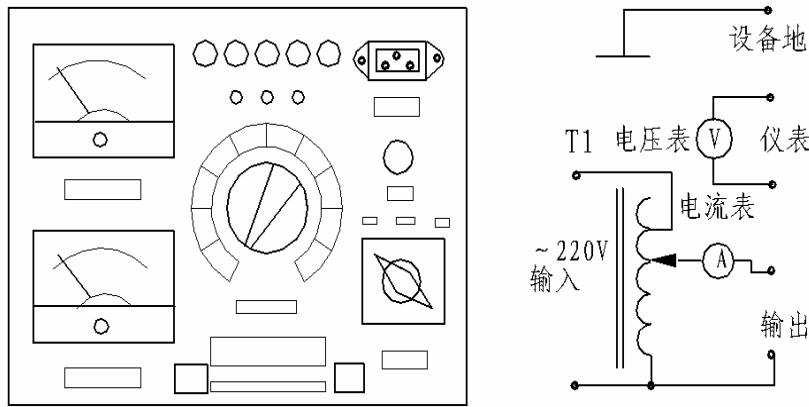

图 2.8 高压试验操作箱示意图
1. 操作箱（选配仪器）：高压试验操作箱与高压 PT 配套，一般需要输出交流 0—50KV，直流 0—70KV 电压、输出功率 1.5—5KW、具有过流保护功能并且能将过流保护功能关断，其外形图和接线图如图 2.8 所示：